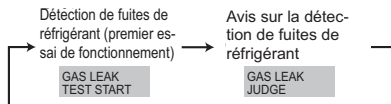

Fig. 8-2
- ② Appuyer sur la touche **CLOCK** et sélectionner [GAS LEAK TEST START] ([LANCER TEST DE FUITE DE GAZ]). (Fig. 8-2)